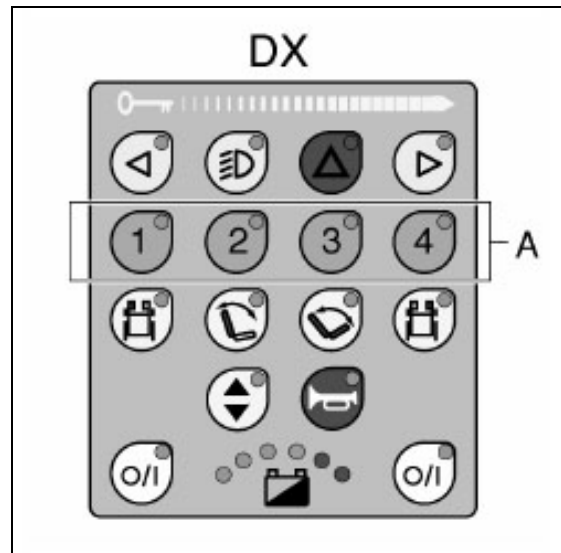

Abbildung 3.6
- Bei der Bedieneinheit vom Typ 'DX' mit Taste 1,2,3 oder 4 (Abb. 3.6 - A).